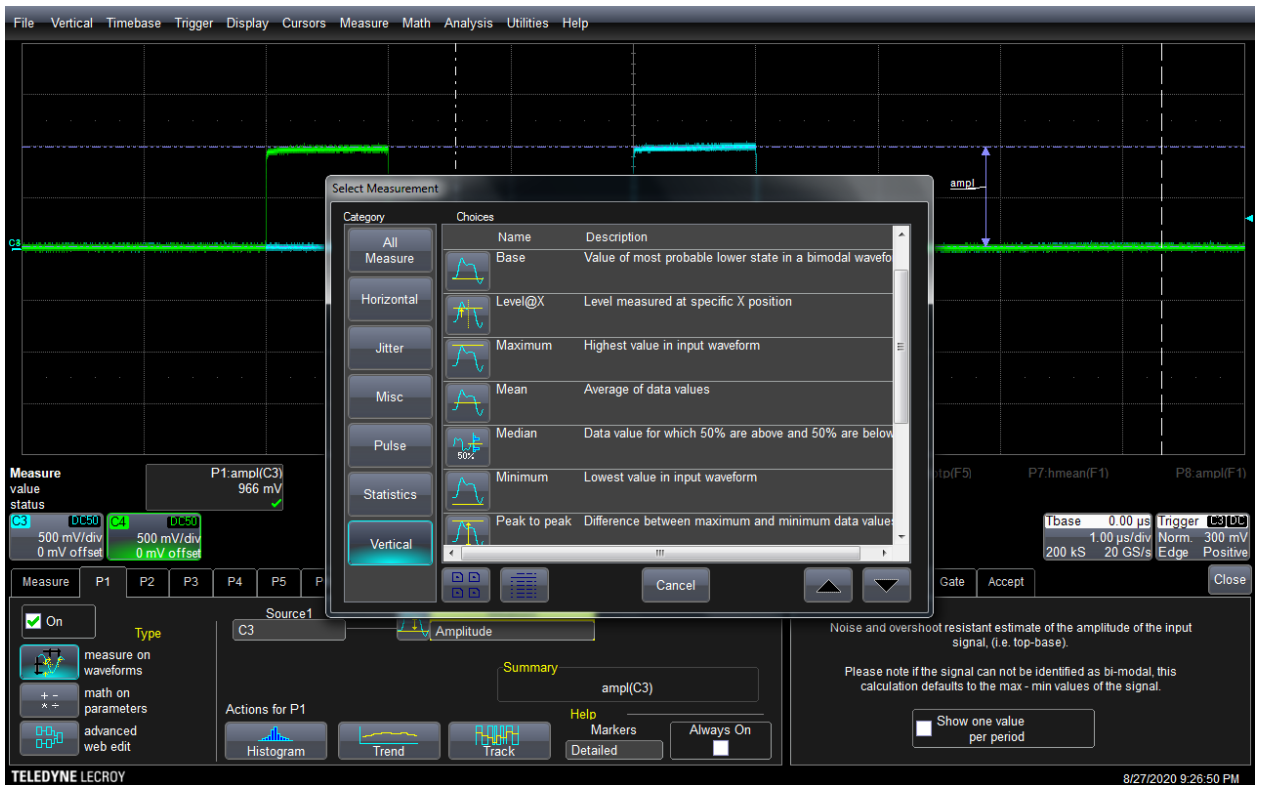

Рис. 10. Работа с осциллографом
- 4.3. В поле «Measure» («измерение») выбрать «Maximum» в случае сигнала положительной полярности, или «Minimum» в случае отрицательной полярности сигнала (Рис. 10).